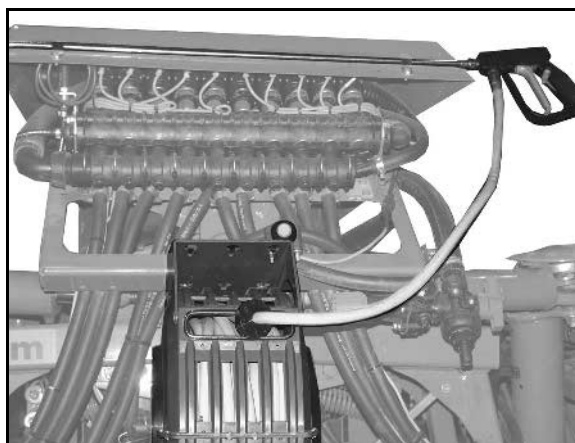

Fig. 143
- Rengør sugefilteret (Fig. 143) dagligt efter rengøringen af marksprøjten.
- Indfædt O-ringen nederst på sugefilteret (Fig. 143/4). Sørg for at O-ringene monteres korrekt
1. Løsn sugefilterets dæksel (Fig. 143/2).
2. Tag dæksel og sugefilter (Fig. 143/3) af og rengør disse med vand.
6. Løsn sugefilterets dæksel (Fig. 143/2).
7. Betjen aflastningsventilen på sugefilteret (Fig. 143/1).
8. Tag dæksel og sugefilter (Fig. 143/3) af og rengør disse med vand.